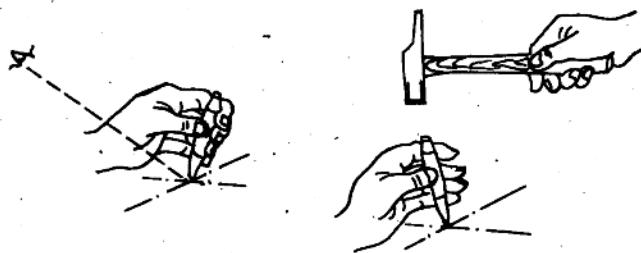

图 2-3 样冲的使用
(1) 划针用来在工件上划线条。划线时针尖要靠近导向工具的边缘，上部向外侧倾斜 $15^{\circ} \sim 20^{\circ}$ ，向划线方向倾斜约 $45^{\circ} \sim 75^{\circ}$ ；针尖要保持尖锐，线划要尽量做到一次划成，使划出的线条既清晰又准确；不用时，划针不能插在衣袋中，最好套上塑料管不使针尖外露。
(2) 样冲用于工件所划加工线条上冲眼。使用时先将样冲外倾使尖端对准线的正中，然后再将样冲立直冲眼（见图 2-3）。